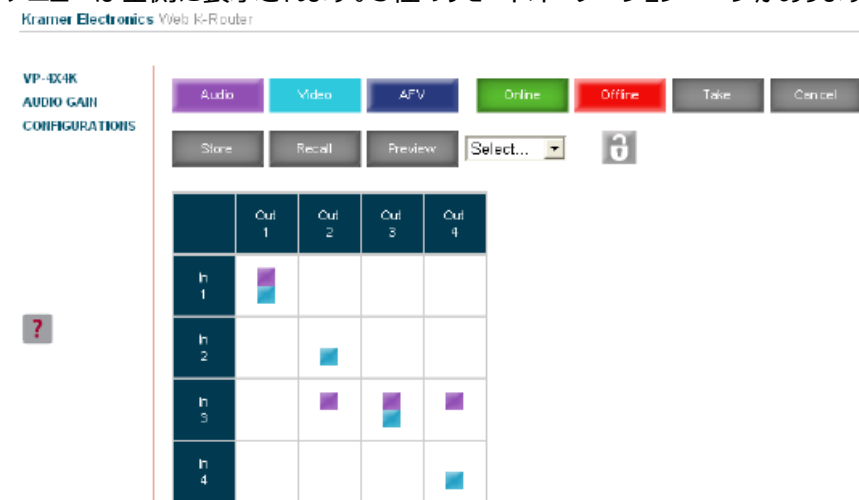

FIG. 16
- 3) RUNをクリック。コントロールページが現れます。(FIG.16)